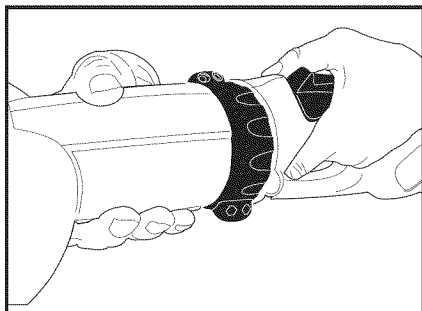

Figure 4
2. Introduire l'extrémité mâle du raccord de la poignée d'alimentation électrique dans la douille femelle à l'extrémité du dispositif de fixation de l'accessoire en veillant à ce que le raccord soit complètement logé. (Voir figure 4.) Le raccord de la poignée est profilé de manière à ce que l'assemblage ne puisse se faire que d'une manière. L'assemblage de la poignée et de l'accessoire ne devrait pas nécessiter un effort particulier. En cas de résistance pendant l'assemblage, vérifier que les clavettes présentes sur la poignée sont correctement alignées sur les rainures dans l'accessoire.